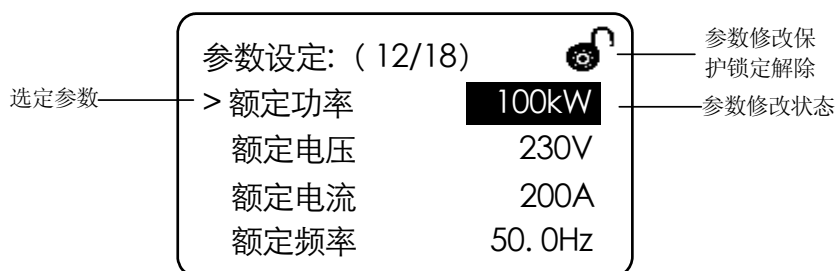

图 2-8
- 用显示键选定**额定功率**参数，按**复位键**进入修改状态，如图 2-8 所示